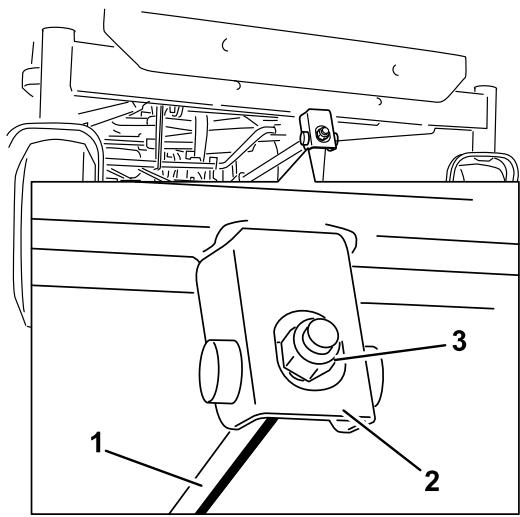

Figura 73
6. Para ajustar a inclinação da lâmina da frente para trás, rode a porca de ajuste na parte da frente do cortador (Figura 73).